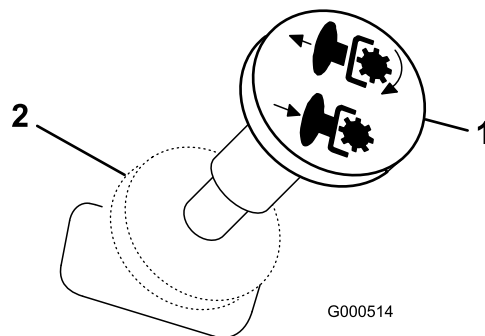

Figure 10
3. Tirez sur la commande des lames pour engager les lames (Figure 10).
Poussez la commande des lames en position Désengagée pour désengager les lames (Figure 10).